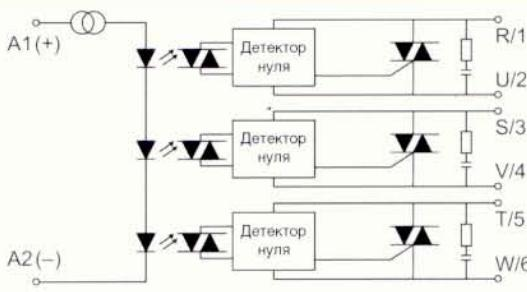

Рис.8
Полупроводниковые реле с одной контактной группой типа RSR50 (рис.6 и табл.1) предназначены для монтажа с радиатором. Реле коммутирует 240 В или 440 В переменного тока, где требуется переключение больших нагрузок от 10 А до 40 А в категории AC1. RSR50 совместимо с технологией TTL и CMOS, работает в широком диапазоне управляющего напряжения 4...32 В или 50...280 В и имеет низкую потребляемую входную мощность. В зависимости от исполнения, реле позволяют включать нагрузку при нулевом значении напряжения (Z - zero cross) или в любой момент времени (R - random). Высокое допустимое номинальное значение ударного тока от 10 А до 40 А в категории AC1, RSR60 совместимы с TTL и CMOS, диапазон управляющего напряжения 4...32 В постоянного тока, малая потребляемая мощность. RSR60 имеет встроенный выходной фильтр (рис.8). Реле позволяет включать нагрузку при нулевом значении напряжения (Z). Высокое допустимое номинальное значение ударного тока дает возможность использовать реле этого типа в системах освещения, включения двигателей, в системах регулирования температуры, а также в системах промышленной автоматики и производственных машинах, офисной технике.
Следующей группой являются полупроводниковые реле промышленного исполнения с винтовыми зажимами типов RSR50 и RSR60. Полупроводниковые реле с одной контактной группой типа RSR50 (рис.6 и табл.1) предназначены для монтажа с радиатором. Реле коммутирует 240 В или 440 В переменного тока, где требуется переключение больших нагрузок от 10 А до 40 А в категории AC1. RSR50 совместимо с технологией TTL и CMOS, работает в широком диапазоне управляющего напряжения 4...32 В или 50...280 В и имеет низкую потребляемую входную мощность. В зависимости от исполнения, реле позволяют включать нагрузку при нулевом значении напряжения (Z - zero cross) или в любой момент времени (R - random). Высокое допустимое номинальное значение ударного тока от 10 А до 40 А в категории AC1, RSR60 совместимы с TTL и CMOS, диапазон управляющего напряжения 4...32 В постоянного тока, малая потребляемая мощность. RSR60 имеет встроенный выходной фильтр (рис.8). Реле позволяет включать нагрузку при нулевом значении напряжения (Z). Высокое допустимое номинальное значение ударного тока дает возможность использовать реле этого типа в системах освещения, включения двигателей, в системах регулирования температуры, а также в системах промышленной автоматики и производственных машинах, офисной технике.
значении тока от 10 А до 40 А в категории AC1, RSR60 совместимы с TTL и CMOS, диапазон управляющего напряжения 4...32 В постоянного тока, малая потребляемая мощность. RSR60 имеет встроенный выходной фильтр (рис.8). Реле позволяет включать нагрузку при нулевом значении напряжения (Z). Высокое допустимое номинальное значение ударного тока дает возможность использовать реле этого типа в системах освещения, включения двигателей, в системах регулирования температуры, а также в системах промышленной автоматики и производственных машинах, офисной технике.